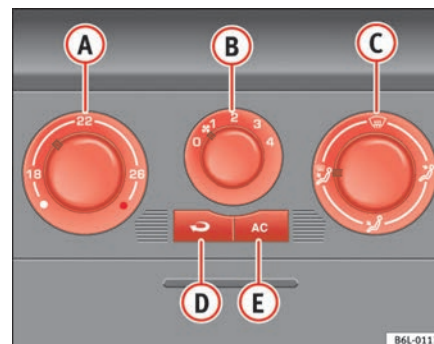

Fig. 90 Mandos del Aire Acondicionado en el tablero de instrumentos
- Con los reguladores $\Rightarrow$ fig. 90 A y C y con el mando B se regula la temperatura, la velocidad del ventilador y la distribución del aire.
- Cierre los difusores ③.
- Abra y oriente los difusores ④ hacia las ventanas laterales.